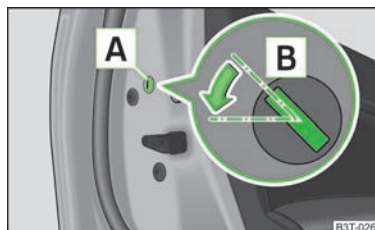

Fig. 17
- Demontați masca [A] » fig. 17.